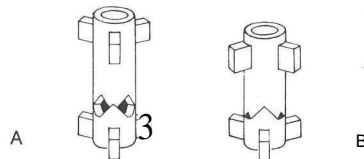

Fig. 4
1.7 Insertion de la bande magnétique (voir fig. 4)